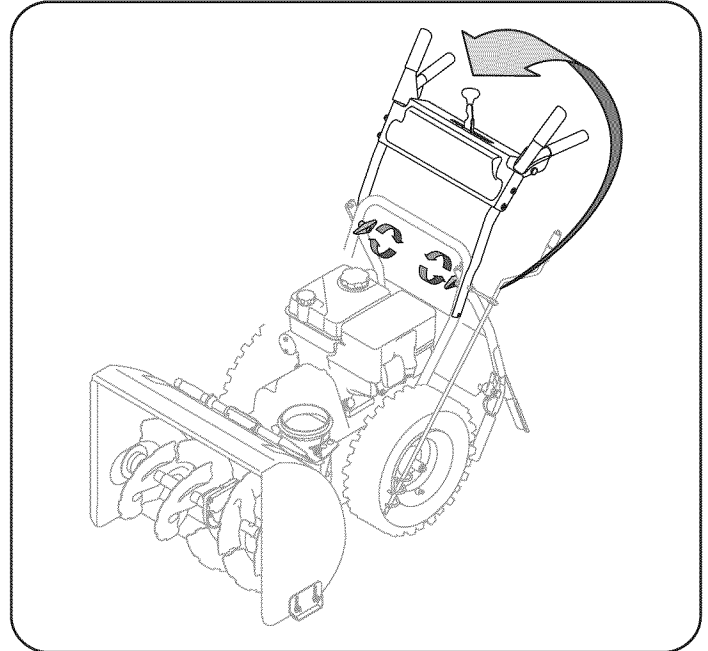

Figura 1
1. Coloque la palanca de cambios en la posición de avance (F) 6.
2. Observe el área inferior trasera de la máquina quitanieve para asegurarse de que ambos cables estén alineados con las guías rotatorias antes de girar la manija hacia arriba. Vea la Figura 1.